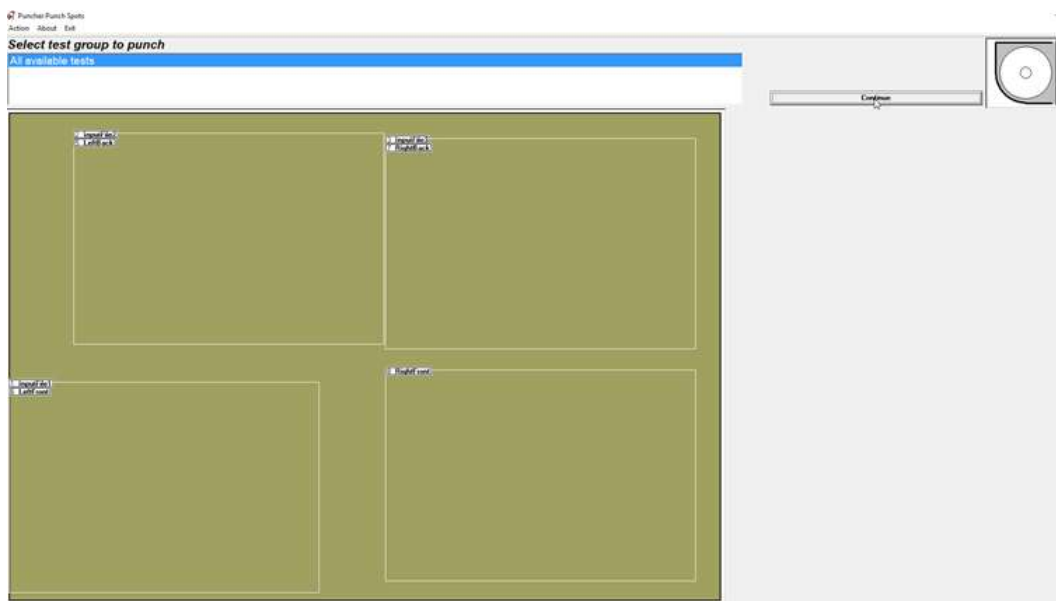

Figura 25 – Inicie el programa de distribución de manchas
1. Seleccione un grupo de pruebas a perforar de la pantalla desplegada (Figura 25). Si ningún grupo de prueba ha sido configurado, deje seleccionada “todas las pruebas disponibles” y presione continuar.